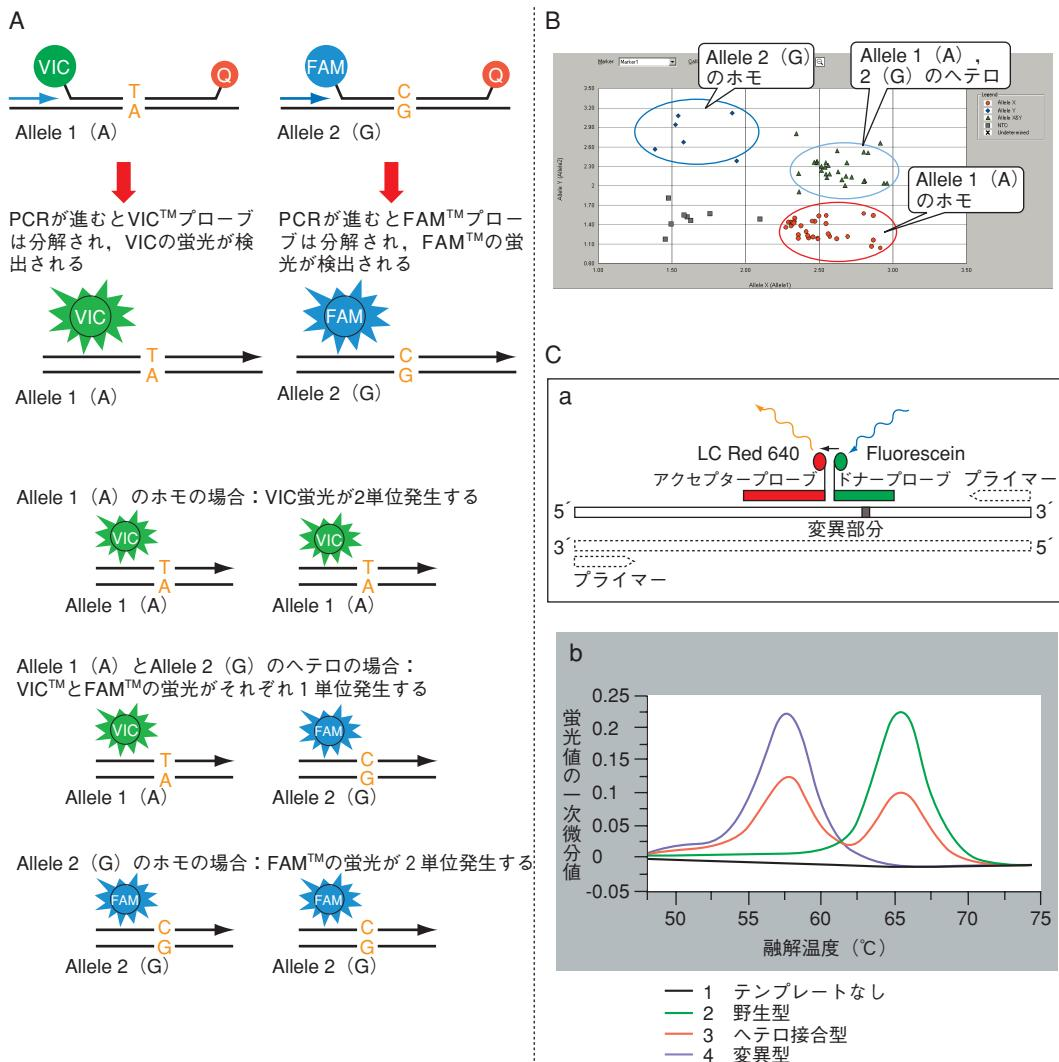

図3●リアルタイムPCRを用いたSNPタイピングの原理
ヒトゲノムにはさまざまな変異が存在する。この遺伝子多型の中で1塩基多型（single nucleotide polymorphism: SNP）は、時に疾患の発生、進行を左右することがあり、SNPタイピングによる解析が行われている。SNPは、塩基配列の測定をせずに容易にリアルタイムPCRで判定できるので、その原理を簡単に紹介する。測定は、①アレル1、アレル2にそれぞれ異なる配列のTaqMan®プローブを使用する方法（図3-A）と、②変異がある部分を挟んだプライマーでハイブリプローブを用いてPCRを行い、その融解温度の違いにより解析する方法（図3-B）などがある。